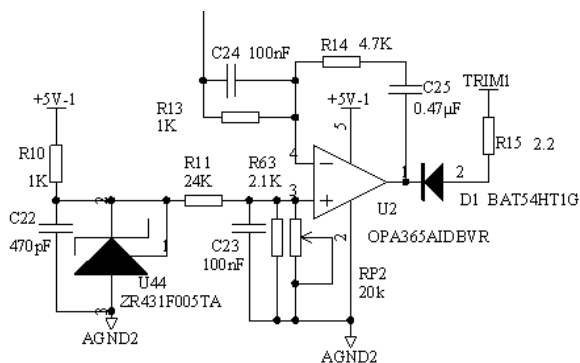
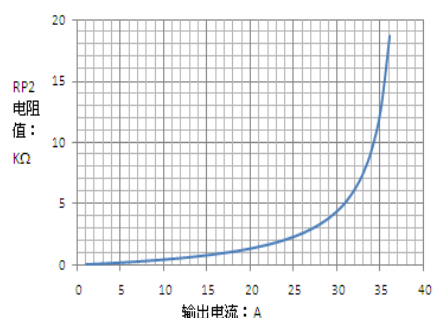

图12 恒流充电电路
图13 RP2的阻值随输出电流的变化关系曲线
- (1) 通过更改图12中RP2的阻值可改恒流的电流范围。当RP2阻值为434Ω时，恒流电流为10A；RP2阻值为1.34KΩ，恒流电流为20A；RP2阻值为4.41KΩ，恒流电流为30A，RP2的阻值从最小到最大变化时，电流范围为0A-36A（可见图13），最大不超36A，即RP2最大阻值为18.62KΩ。